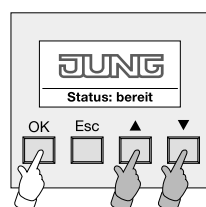

Bild 3:
2. Am Bluetooth Gateway ist der Einlern-Modus zu aktivieren. Dazu ist im Grundzustand des Gateways die Bedientaste "OK" oder eine der beiden Pfeiltasten zu betätigen (vgl. Bild 3). Weiter mit Schritt 3.